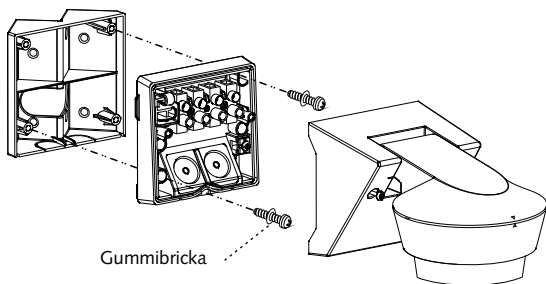

Bild 16
2. Bryt de önskade skruvuttagen (bild 14-A). Montera sedan monteringsfästet på skruvuttagen med träskruvarna (bild 15-A & bild 15-B) och fixera bottenkåpan på monteringsfästet (bild 16). Se bild 5-7 för att ansluta nätkablarna, fixera detektorhuvudet mot undersidan och justera detektorhuvudet för att hamna i rätt läge.